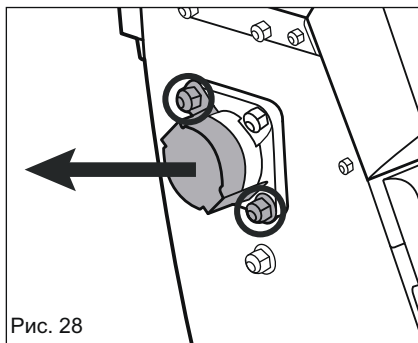

Рис. 28
3. Чтобы обеспечить доступ к оси лезвия, снимите две гайки с крышки оси лезвия (14) (рис. 28).